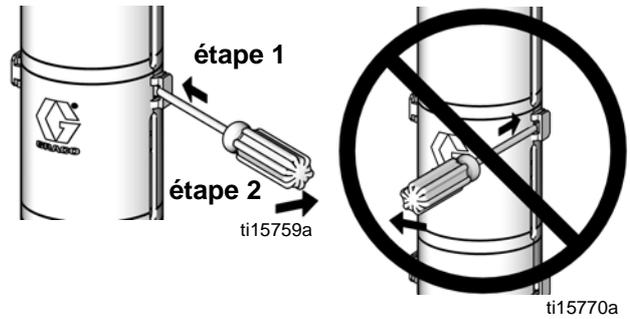

FIG. 4. Démontage de la protection
3. **Modèles avec bas de pompe étanche** : Retirez les 2 éléments de protection (9) en insérant un tournevis droit dans la fente et en faisant levier afin de relâcher la languette. Répétez l'opération pour chaque languette. **N'utilisez pas** le tournevis pour écarter les protections. Consultez la FIG. 4.